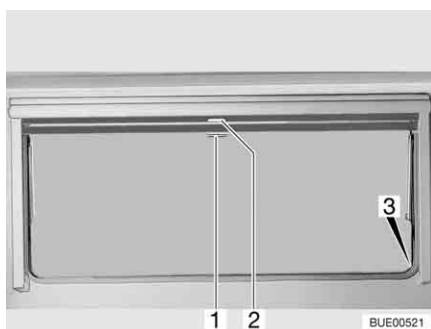

Fig. 87 Fenêtre projetante
- Tirer le store occultant vers le bas en le maintenant par la poignée (Fig. 87,2). Lorsque le store occultant est complètement fermé, l'accrocher des deux côtés du cadre de la fenêtre dans le dispositif de blocage (Fig. 87,3).
- Lorsque le store occultant est complètement fermé : Appuyer sur la poignée (Fig. 87,2) vers le bas tout en la tirant légèrement vers l'intérieur. Décrocher à droite et à gauche le store occultant du dispositif de blocage du cadre de la fenêtre.
- Si le store occultant se trouve dans une position intermédiaire : Tirer la poignée (Fig. 87,2) vers le bas jusqu'à ce que le dispositif de blocage se débloque.
- Tirer la moustiquaire par la poignée (Fig. 87,1) vers le bas et l'accrocher des deux côtés sur le cadre de la fenêtre dans le dispositif de blocage (Fig. 87,3).
- Appuyer sur la poignée (Fig. 87,1) vers le bas tout en la tirant légèrement vers l'intérieur. Décrocher à droite et à gauche la moustiquaire des dispositifs de blocage du cadre de la fenêtre.